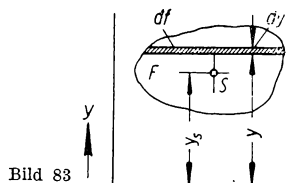

Bild 83
**222.** Wie lautet der Satz des statischen Momentes, auf eine beliebige Fläche (Bild 83) angewandt?